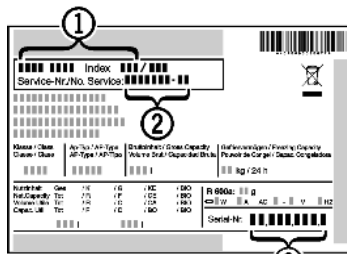

Fig. 35
- ▶ Gerätebezeichnung Fig. 35 (1), Service-Nr. Fig. 35 (2) und Serial-Nr. Fig. 35 (3) vom Typenschild ablesen. Das Typenschild befindet sich an der linken Geräteinnenseite.